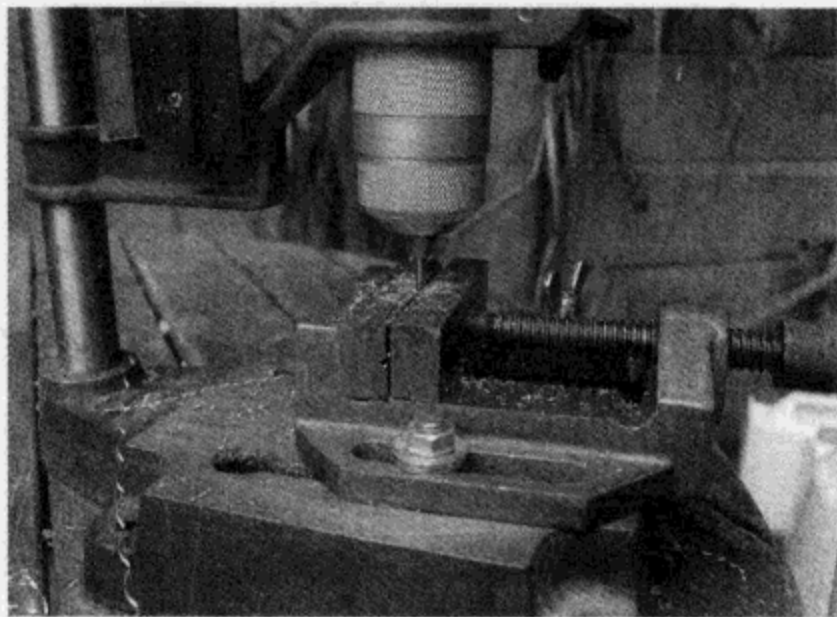

图9.5 夹在台虎钳内的钻头（所有权：Vik Olliver）
- (1) 戴上防护镜，清理工作环境。
- (2) 将钻头装在夹爪内，拧紧夹爪。
- (3) 降下钻床，使钻头可以夹在老虎钳内。
- (4) 调整台虎钳，使其能夹住钻头。拧紧台虎钳，用螺栓固定在钻床的底座上（图 9.5）。